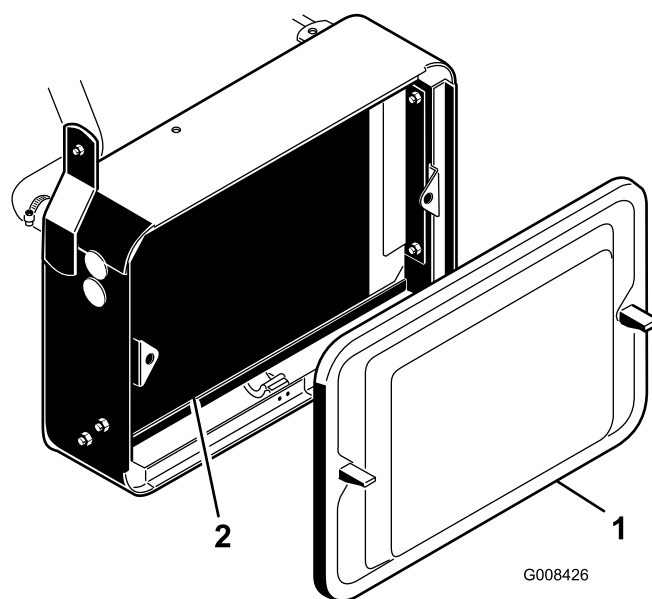

Figure 46
1. Retirez l'écran du radiateur (Figure 46).